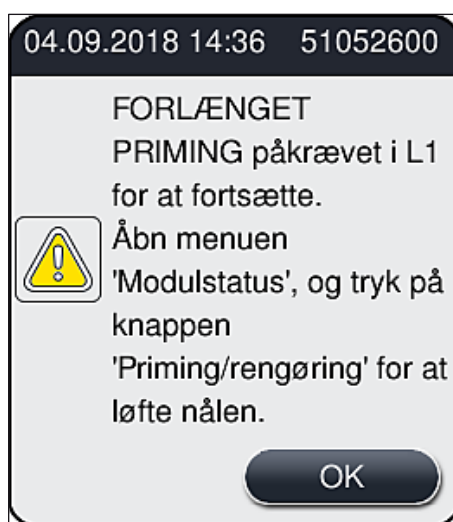

Fig. 99
2. Se den meddelelse, der vises (→ Fig. 99), og bekræft med knappen **Ok**.